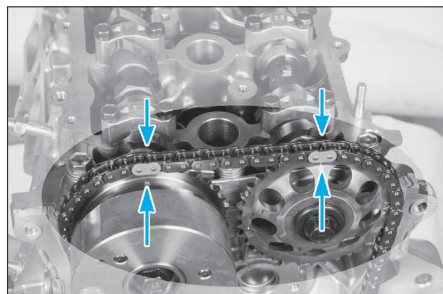

FIG. 67
- S'assurer que les roues dentées d'arbres à cames soient alignées avec les maillons oranges de la chaîne (Fig.67).
- S'assurer que les repères des roues dentées soient situées en haut (Fig.67).
- Reposer la chaîne en alignant les repères (Fig.67).